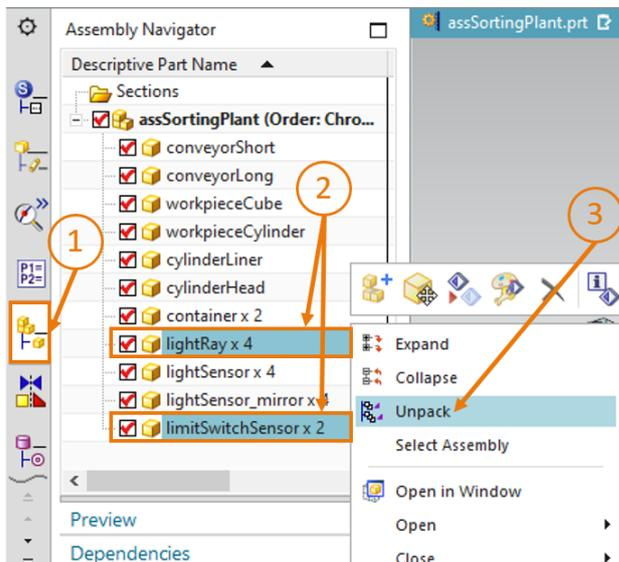

Figure 48 : Décompresser des modèles du même type dans le module
- Pour créer des capteurs de collision individuels, vous devez être en mesure d'accéder à des composants individuels dans le module. Pour cela, allez dans la zone "**Assembly Navigator**" (Navigateur de modules) dans la barre de ressources (voir Figure 48, étape 1). Sélectionnez les composants compressés "**lightRay x4**" et "**limitSwitchSensor x2**" l'un après l'autre et cliquez dessus avec le bouton droit de la souris (voir la Figure 48, étape 2). Utilisez la commande contextuelle "**Unpack**" (Décompresser) (voir Figure 48, étape 3). Vous pouvez maintenant accéder directement à des composants individuels.